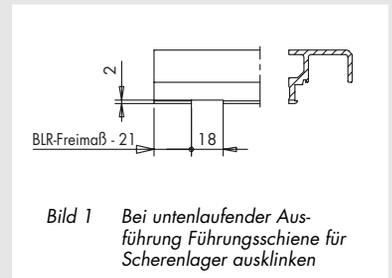

Bild 1 Bei untenlaufender Ausführung Führungsschiene für Scherenlager ausklinken
- C** Bei untenlaufender Ausführung Führungsschiene (19) für Scherenlager KF $\varnothing 6 \times 12$ DH (32) ausklinken, siehe Bild 1.
- D** Führungsschiene (19) und Laufschiene (21) anschrauben.